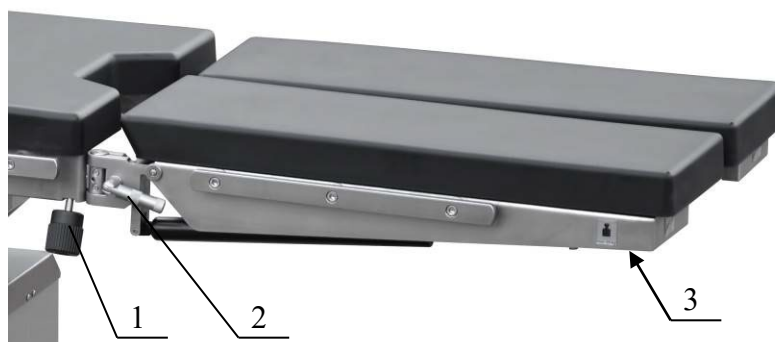

Рисунок 7. Ножные секции на газовых пружинах.
- Отверните на один оборот зажим 1(Рисунок 7);
- Отверните на один оборот зажим шарнира ножной секции 2 (Рисунок 7);